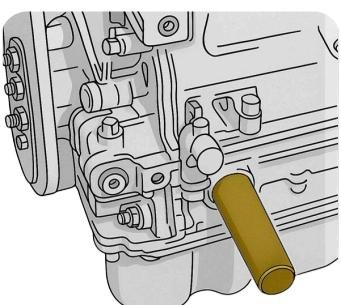

Abb.1
2. Motor knapp vor den oberen Totpunkt (OT) des 1. Zylinders drehen.
3. Verschlussstopfen am Kurbelgehäuse entfernen und Arretierbolzen für Kurbelwelle einsetzen (siehe Abb. 1).